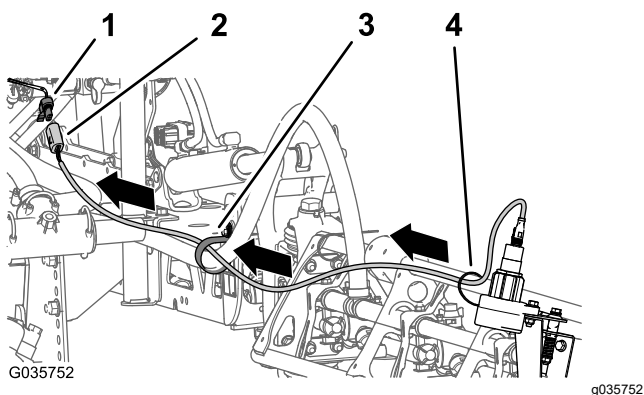

図 23
ケットコネクタ昇降シリンダマニホルドの前側へと配設する (図 23)。
3. 左右のセンサーのワイヤハーネスの 4 ピンコネクタを、仕上げキットのハーネスの 4 ソケットコネクタに接続する 図 23。左用のコネクタにはLEFT SONIC SENSOR、右用にはRIGHT SONIC SENSOR というラベルがついている。
5. センサーから出ているワイヤを、ケーブルタイをでブームに固定する 図 23。